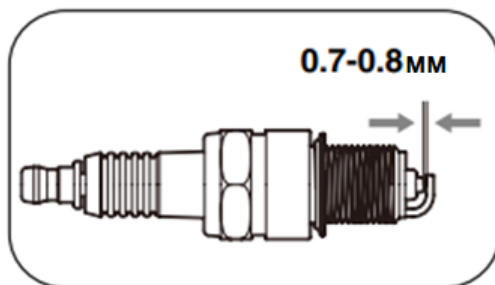

Рис. 17
5. Проверьте зазор между электродами свечи зажигания. Он должен составлять 0,7-0,8 мм (рис. 17). При необходимости отрегулируйте зазор.